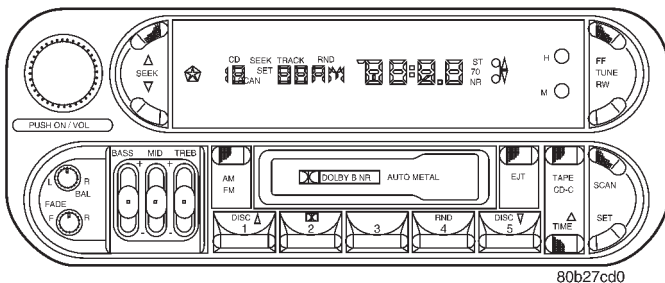

Abb. 3 UKW-/MW-Radio mit Kassettenlaufwerk und Bedienelementen für externe CD-Wechsler
- UKW-/MW-Radio mit Kassettenlaufwerk und Bedienelementen für externe CD-Wechsler (Abb. 3);